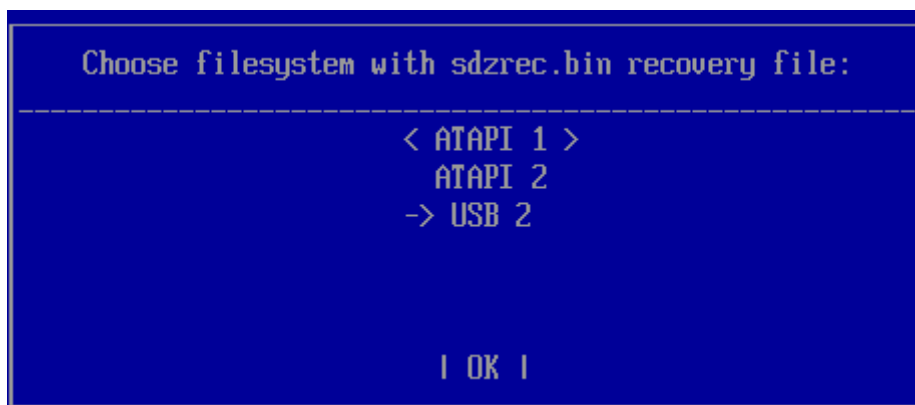

Рисунок 1.5 – Выбор устройства хранения данных для восстановления
1.1.7 После указания корректного пароля восстановления будет осуществлен переход к окну выбора устройства хранения, на котором находятся данные для восстановления модулей ПО изделия (рисунок 1.5).
1.2.4 После указания пароля восстановления (рисунок 1.3) будет осуществлен переход к окну выбора устройства хранения, на котором находятся данные для восстановления БД изделия (рисунок 1.5).
1.3.4 После указания пароля восстановления (рисунок 1.3) будет осуществлен переход к окну выбора устройства хранения, на котором находятся данные для восстановления журнала аудита изделия (рисунок 1.5).